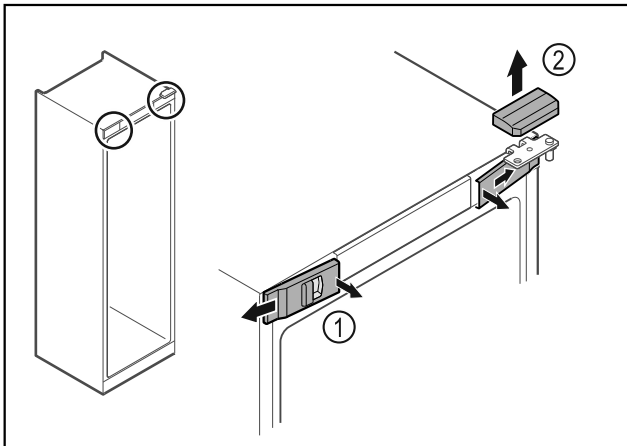

Fig. 9
- ▶ Desencajar las cubiertas delanteras Fig. 9 (1) del interior y dejarlas a un lado.
- ▶ Retirar hacia arriba la cubierta superior Fig. 9 (2).